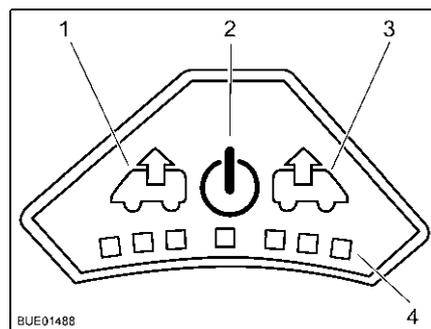

Fig. 63 Cuadro de mando del ventilador
- Conectar:** ■ Pulsar la tecla On/Off (Fig. 63,2). El ventilador funciona en el modo confort (extracción con la velocidad más baja del ventilador).
- Para aumentar la velocidad del ventilador: Pulsar la tecla de extracción (Fig. 63,1). La velocidad del ventilador aumenta un nivel en el sentido de extracción de aire. Los LEDs (Fig. 63,4) muestran los niveles de ajuste.
- Para disminuir la velocidad del ventilador: Pulsar la tecla de ventilación (Fig. 63,3). La velocidad del ventilador disminuye un nivel.
- Para aumentar la velocidad del ventilador: Pulsar la tecla de ventilación (Fig. 63,3). La velocidad del ventilador aumenta un nivel en el sentido de ventilación. Los LEDs (Fig. 63,4) muestran los niveles de ajuste.
- Para disminuir la velocidad del ventilador: Pulsar la tecla de extracción (Fig. 63,1). La velocidad del ventilador disminuye un nivel.
- Pulsar la tecla On/Off (Fig. 63,2). El ventilador se detiene, los LEDs se apagan.